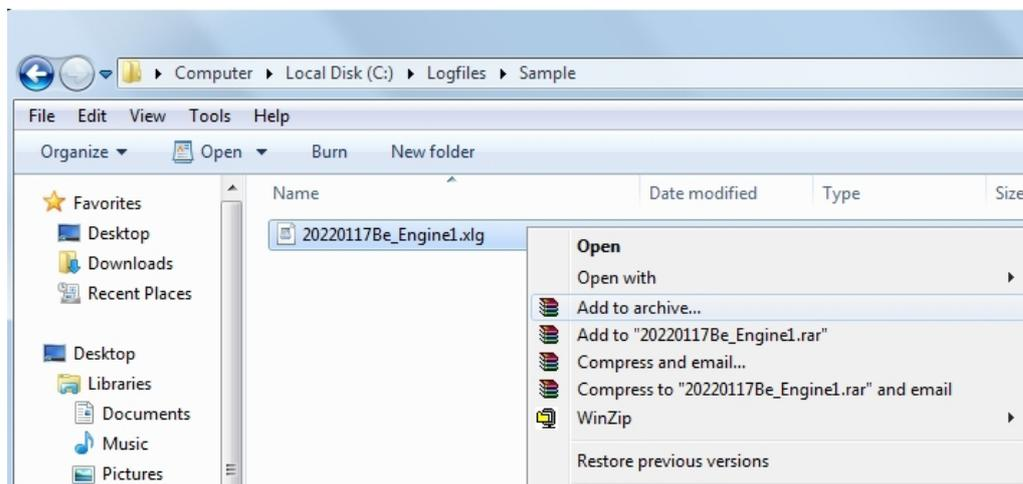

图 6.2. 带有压缩菜单的Explorer屏幕截图
- 1) 用鼠标右键单击需要压缩的数据文件。则弹出一个菜单（见图6.2）。